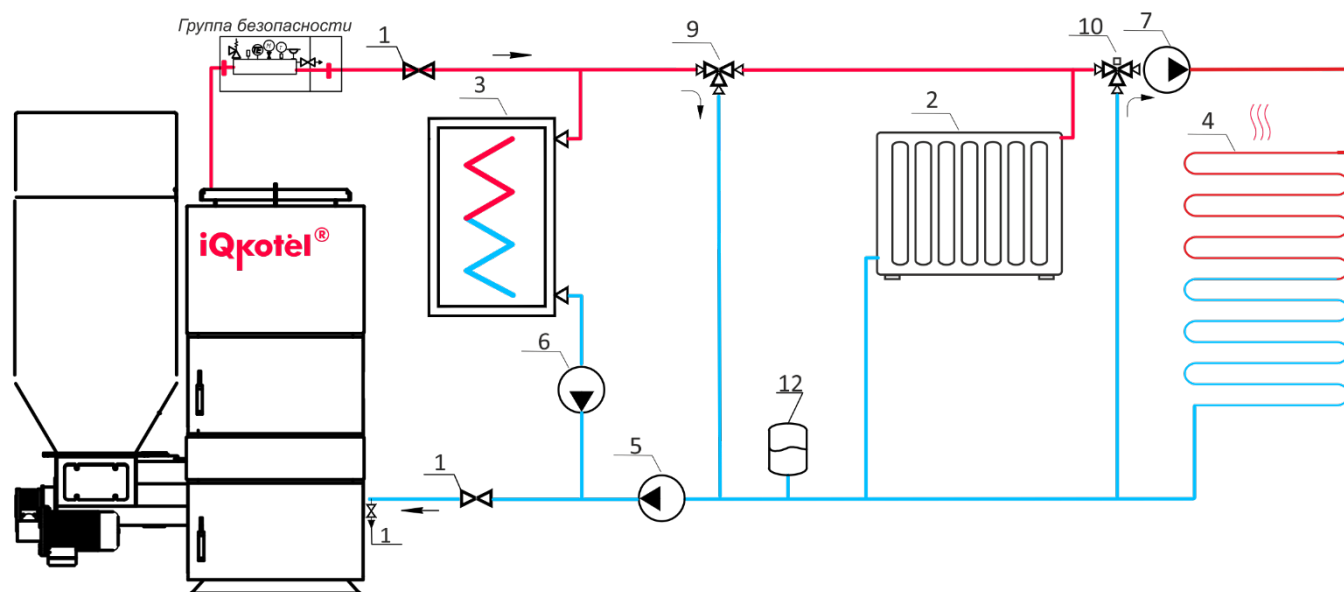

Рис. 1. Упрощенная схема подключения iQkotel с термостатическим клапаном: iQkotel, Группа безопасности
- на большой редуктор установить шайбу (5) и прикрутить фланец (4)
- нанести жаропрочный (1000 гр., черный) герметик на большой фланец горелки (7),
- Монтаж котла следует производить с закрытой системой, в соответствии с вариантами схем отопления показанных на рис.1; рис.2.